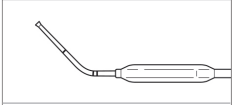

Figura 8: Curvatura da trompa de Eustáquio
- **Trompas de Eustáquio:** em caso de tratamento das trompas de Eustáquio, recomenda-se uma curvatura de cerca de 45° na marca dos 2 cm (Figura 8).